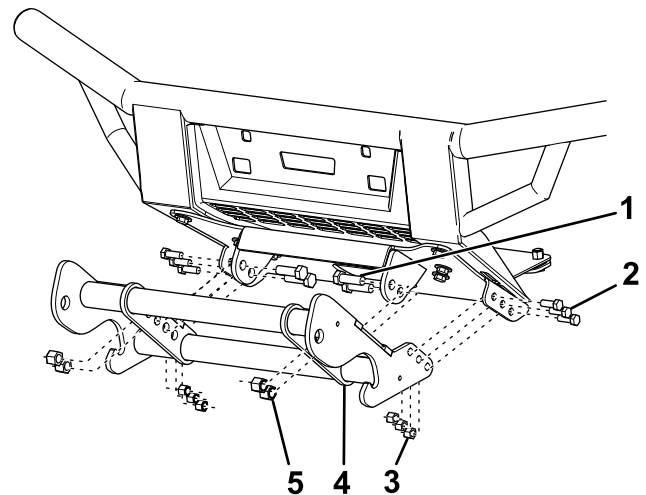

Figure 4
12. Fixez légèrement les supports latéraux de la barre de poussée à la plaque de protection à l'aide de 6 boulons ($\frac{3}{8}$ po) et contre-écrous (Figure 4).
13. Fixez légèrement l'intérieur de la barre de poussée à la plaque de protection à l'aide de 4 boulons ($\frac{1}{2}$ po) et contre-écrous (Figure 4).